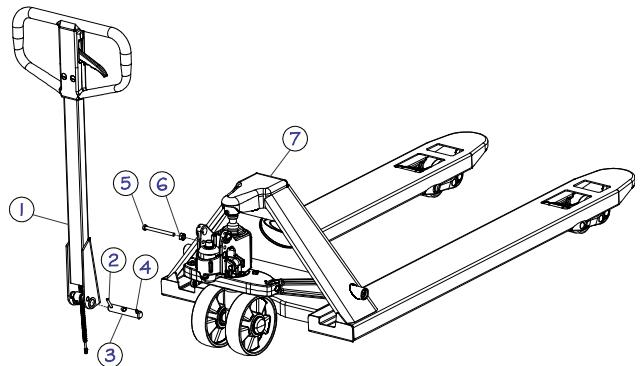

Figura 6 - Montagem da alavanca
Antes da montagem, identificar os 7 itens da ilustração ao lado (figura 6):
Antes del montaje, identificar los 7 elementos de la ilustración al lado (figura 6):
- d) Abaixe a Alavanca(1) e retire o Parafuso(5) e porca(6) (Figura 6).
- d) Baja la palanca (1) y quitar el tornillo (5) y la tuerca (6, figura 6).